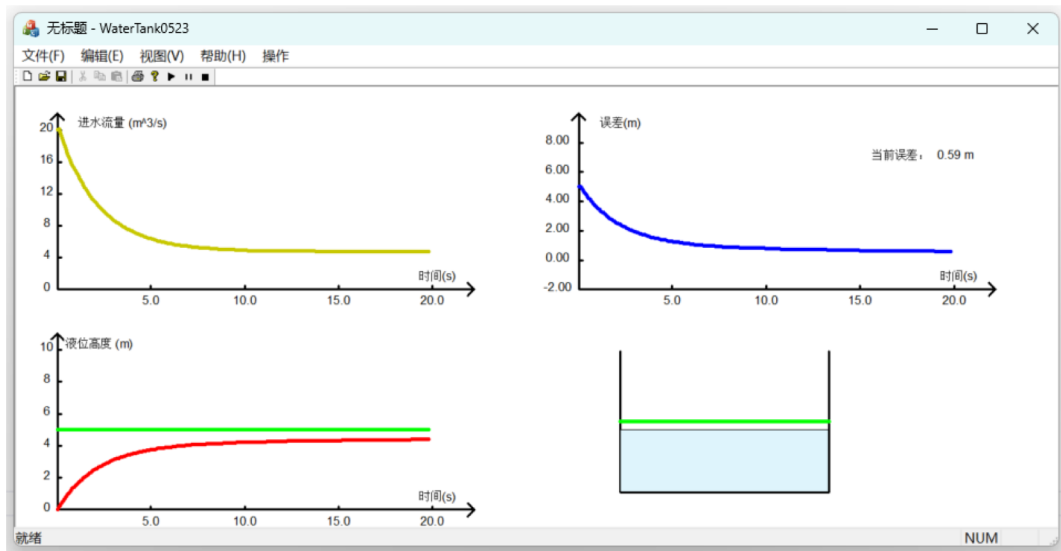

图3 视图窗口截图
- 对该水槽液位控制系统进行仿真。设计对话框能够对水槽模型参数，期望液位高度，仿真参数，PID控制参数进行设定，如图2所示。在视图窗口对液位高度变化进行仿真，并将相关变量绘制在三幅图中：(1)进水流量 $Q_i(t)$ ；(2)液位高度曲线 $h(t)$ ；(3)液位误差曲线 $e(t)$ ，如图3所示。工具条有“开始”，“暂停”和“停止”图标，并设置相对应的快捷键“ALT+K”，“ALT+Z”，“ALT+T”，实现曲线和水槽动画的绘制。能够保存对话框中的设置参数，并再次打开读取设置参数。